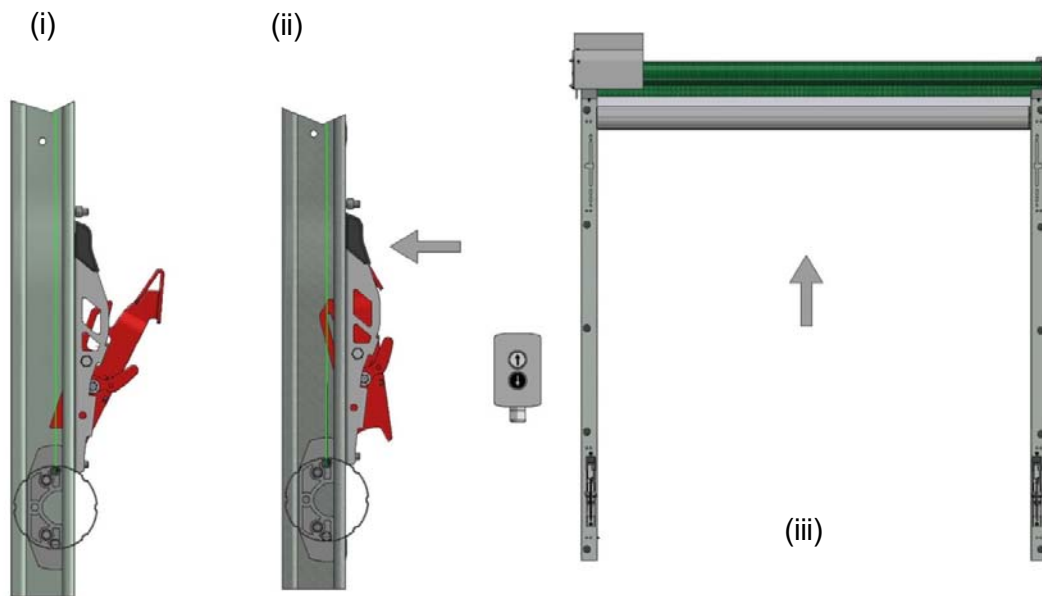

Abbildung 17, Festlegen der Anschläge
- Senken Sie das Tor vollständig ab, sodass sich die Einsatzstücke des Unterrohrs bis 2-3 cm unter die Verriegelungen absenken, Abbildung 17(i).
- Lösen Sie beide Verriegelungen, Abbildung 17(ii).
- Halten Sie die Taste NACH OBEN gedrückt, um das Tor vollständig zu öffnen, sodass dieses oben an den Rohrschiene stehen bleibt, Abbildung 17(iii). Dieser Vorgang MUSS ohne Unterbrechung erfolgen. Sobald der Motor abstirbt, sind die Anschläge eingestellt.